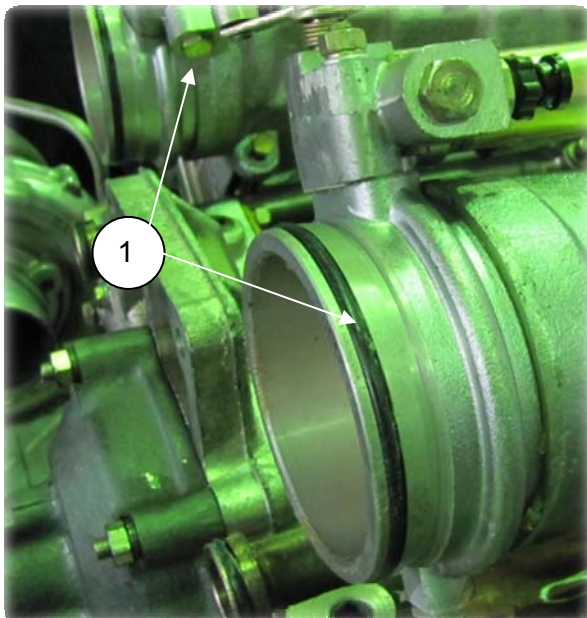

Рис. 2.19
1. Снять 2 заслонки аварийного останова двигателя в сборе (1) (8401.1030232-10) (рис. 2.19).